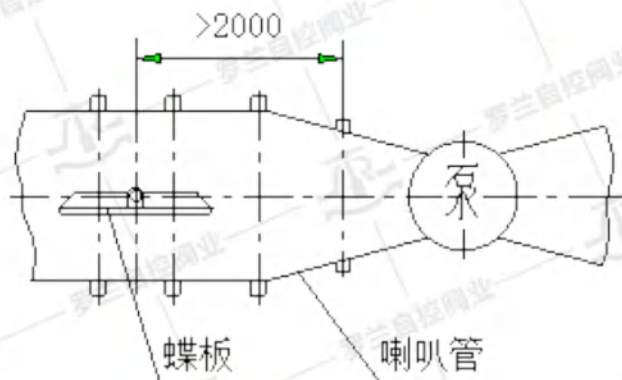

图3、安装位置要求
- 6、有些泵出口处还有一段喇叭管，阀门全开时，蝶板不应处在喇叭管内（图3所示）。